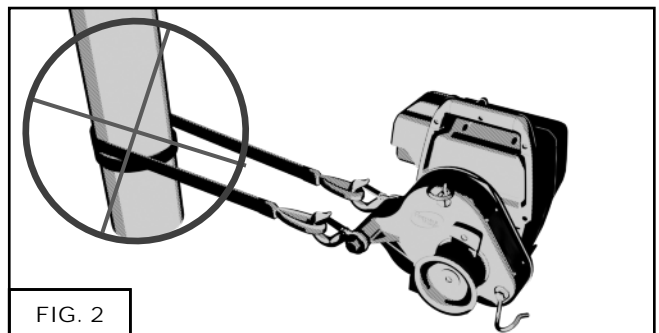

FIG. 2
Per di più, la gassa d'amante doppia (fig. 2) mantiene circa il 75% della portata della fune.
QUANDO SI INSTALLA L'IMBRACATURA PER ANCORARE IL VERRICELLO, EVITARE DI FARE UN GIRO COMPLETO ATTORNO AL PUNTO DI ANCORAGGIO (FIG. 2 SOTTOSTANTE). QUESTO EVITERÀ CHE IL VERRICELLO SI ALLINEI CORRETTAMENTE CON IL CARICO. INOLTRE QUESTO APPLICHERÀ UNA TENSIONE NON UNIFORME A OGNUNO DEI GANCI.
- 3) Fig. 2: Arrestare il verricello prima che i nodi raggiungano il verricello perché quest'ultimo non riuscirà a passare attraverso e comporterà l'agrovigliamento della fune.